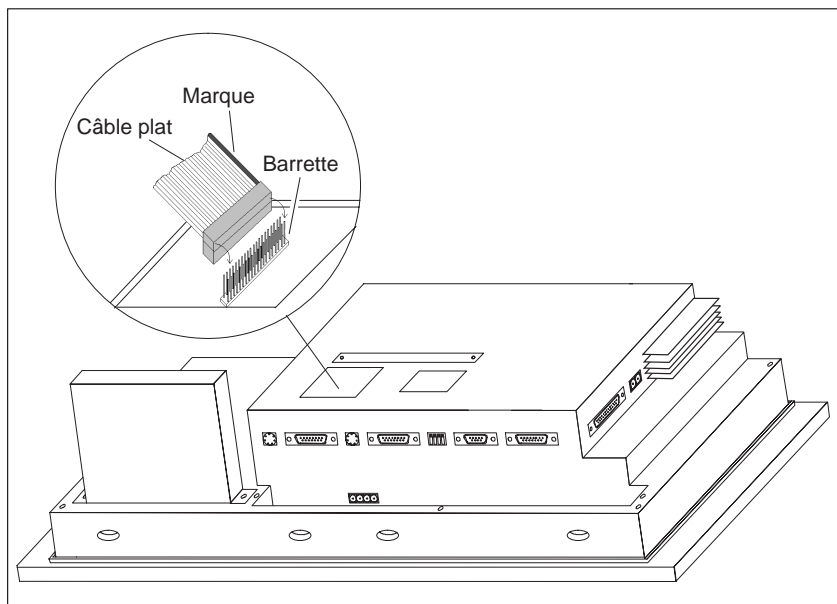

Figure 18-5 Enficher le connecteur du module de touches directes (exemple de l'OP37)
3. Enfichez le connecteur du câble plat des touches directes sur la barrette du pupitre de contrôle-commande de sorte que le côté marqué en couleur du câble plat soit dirigé vers le centre de l'appareil (voir la figure 18-5).